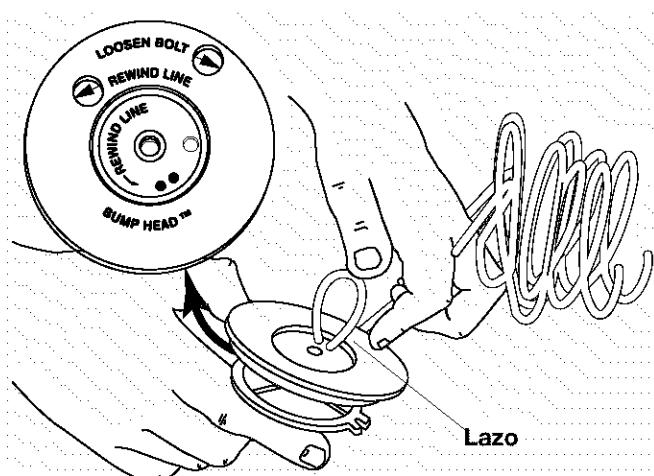

Fig. 31
1. Tome aproximadamente 40 pies (12.2 m) de nueva línea de corte. Enlácela en dos largos iguales. Inserte cada extremo de la línea a través de uno de los dos orificios del carrete. Pase los extremos en forma pareja hasta que el lazo tenga el menor tamaño posible (Fig. 31).